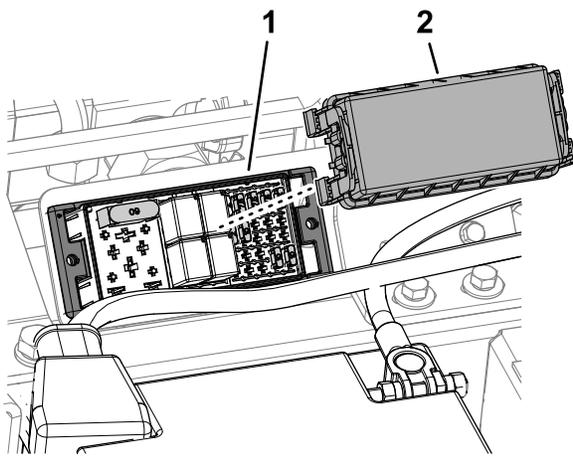

図 58
- ヒューズブロックのカバーを取り外す(図 58)。
5. ヒューズブロックカバーを取り付ける(図 58)。